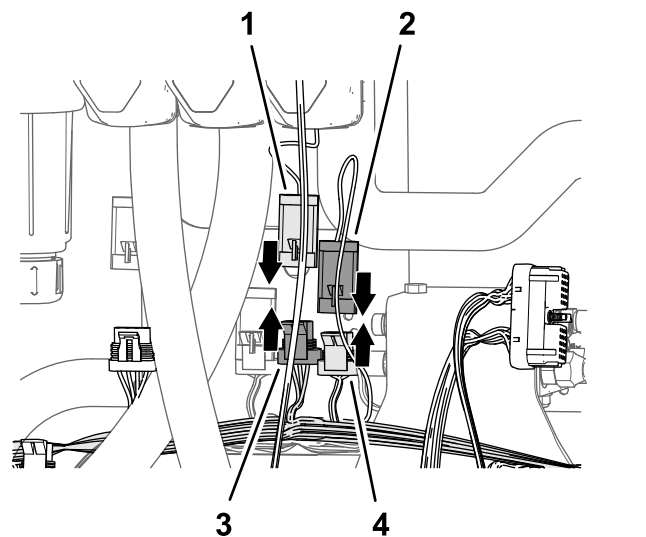

図 88
2. 89cm の枝線についている 3 ピンコネクタMASTER VALVEというラベルがついているものを車両のワイヤハーネスのMASTER SPRAY VALVEというラベルがついている 3 ソケットコネクタに接続する 図 88。
3. マスター散布バルブ用アクチュエータの 3 ピンコネクタを、89cm の枝線のMASTER VALVEというラベルの付いた 3 ソケットコネクタに接続する 図 88。